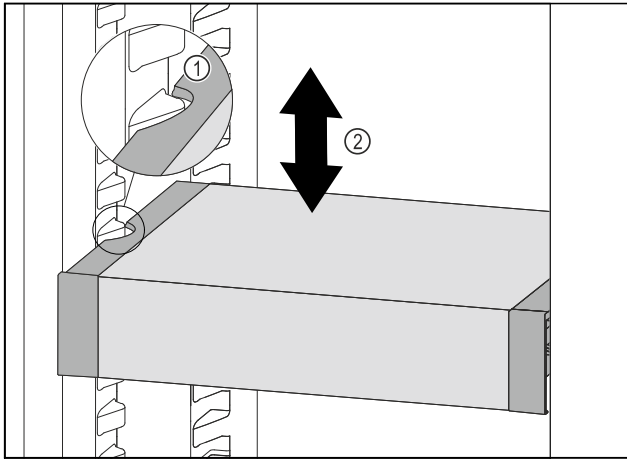

Fig. 37
- ▶ VarioSafe nach vorne ziehen, bis sich die seitlichen Aussparungen des VarioSafes auf Höhe der Behälterrippe im Kühlteil befinden. Fig. 37 (1)
- ▶ VarioSafe im Kühlteil nach oben oder unten bewegen, bis gewünschte Höhe erreicht ist. Fig. 37 (2)